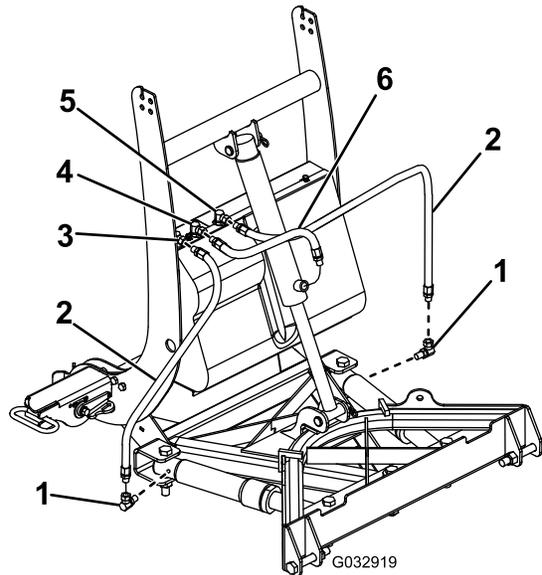

Bild 7
das untere Anschlussstück am Hubzylinder an (Bild 7). Drehen Sie das Anschlussstück, bis es handfest angezogen ist, und drehen es dann um weitere zwei oder drei Umdrehungen.
2. Verwenden Sie Gewindesperrmittel und befestigen das 90°-Anschlussstück am rechtwinkligen Zylinder am Schubrahmen (Bild 7).
3. Schließen Sie den 86 cm langen Hydraulikschlauch am rechten Anschlussstück am Hydraulikfach und am vorher befestigten 90°-Anschlussstück an (Bild 7). Drehen Sie das Anschlussstück, bis es handfest angezogen ist, und drehen es dann um weitere zwei oder drei Umdrehungen.